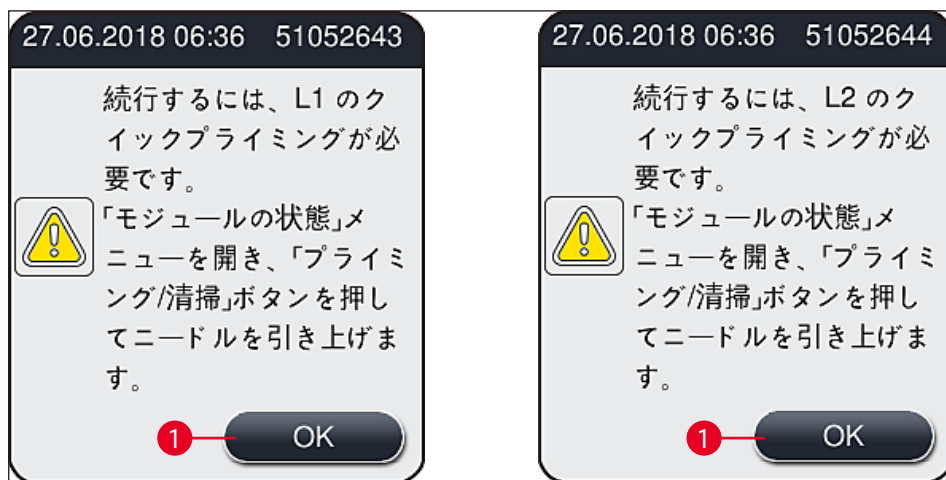

図51
- ① 初期化の終了後、画面にメインメニュー (→ 図19) が表示され、使用中の封入ラインの**クイックプライミング**実行をオペレーターに促すメッセージが表示されます (→ 図51)。OK (→ 図51-1) を押してメッセージを確認し、続いて画面に表示される指示に従います (→ P. 120 – 7.3 プライミング/クリーニング用ホースシステムの用意)。